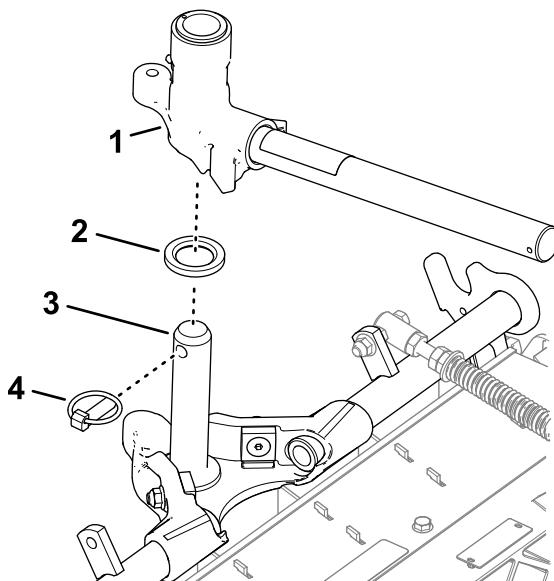

Figura 18
2. Introduzca la horquilla del brazo de elevación en el eje del bastidor de tiro (Figura 18).